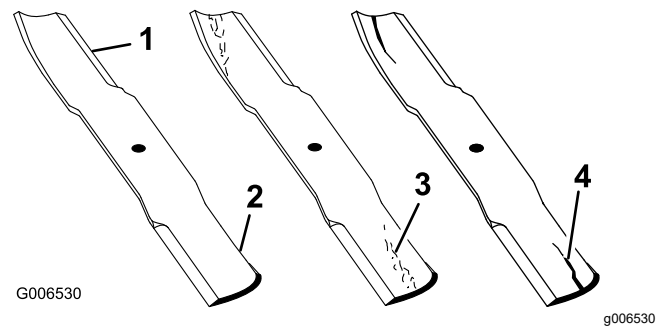

**Figura 70**
1. Inspeccione los filos de corte (Figura 70).
4. Si observa fisuras, desgaste o la formación de una ranura en esta zona, instale de inmediato una cuchilla nueva (Figura 70).